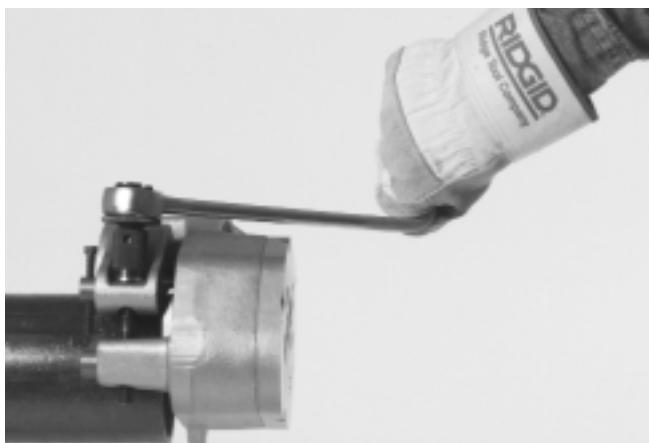

Figure 5 – Clé à cliquet introduite dans vis d'avancement
- Introduisez la clé à cliquet dans le carré de la vis d'avancement (*Figure 5*).